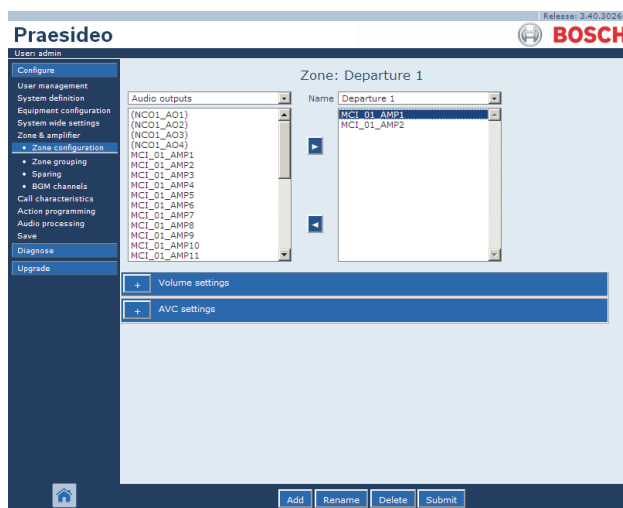

figura 46.7: Eliminar uma zona, passo 1
- 1 Vá para *Configure > Zone & Amplifier > Zone configuration*. Aparece um ecrã semelhante ao da figura 46.7.